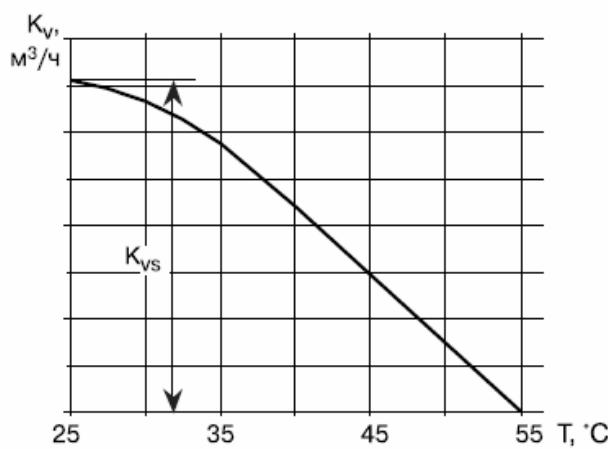

Рис. 3. Характеристика регулирования клапана МТСВ.
Характеристика регулирования балансировочного клапана MTCV (рис. 3). Специальное уплотнение (13) защищает термоэлемент от прямого контакта с водой, что обеспечивает его долговечность и точность регулирования.